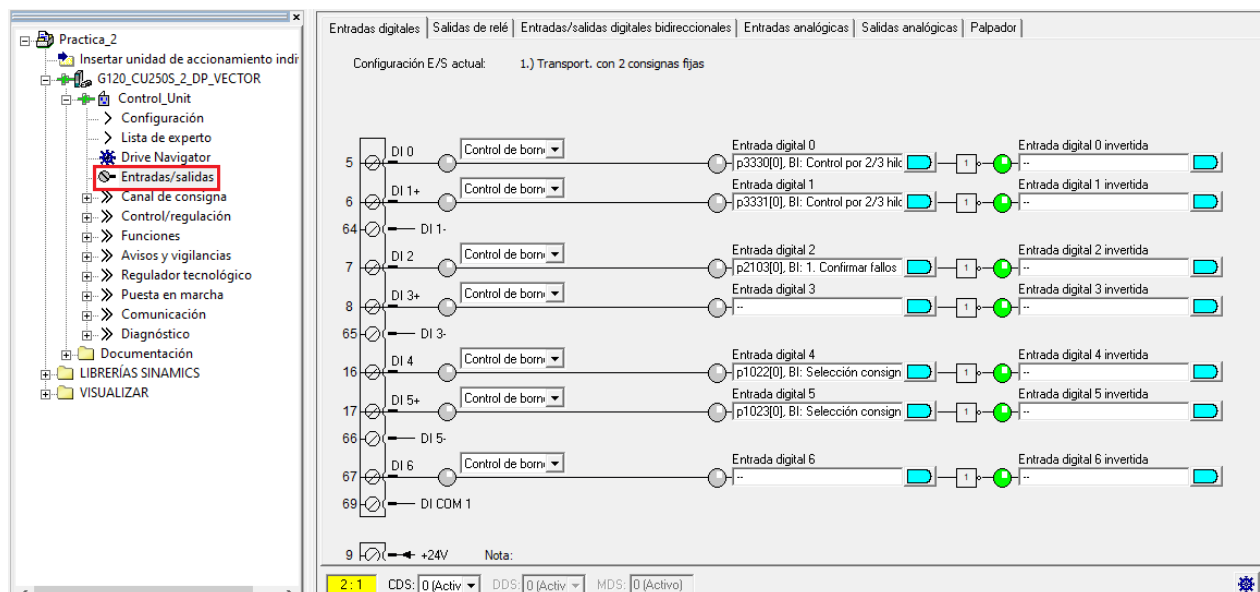

Figura 36: Ventana de Entrada/Salida.
- 16) Luego de realizar la configuración del motor, se debe proceder a configurar las entradas digitales DI 16, DI 17, DI 18, DI 19, para ello en el navegador de proyectos, hacer clic en “Entradas/Salidas”, luego se puede observar que se ha desplegado una ventana en la que se indica todas las entradas digitales disponibles del variador de frecuencia (ver Figura 36).